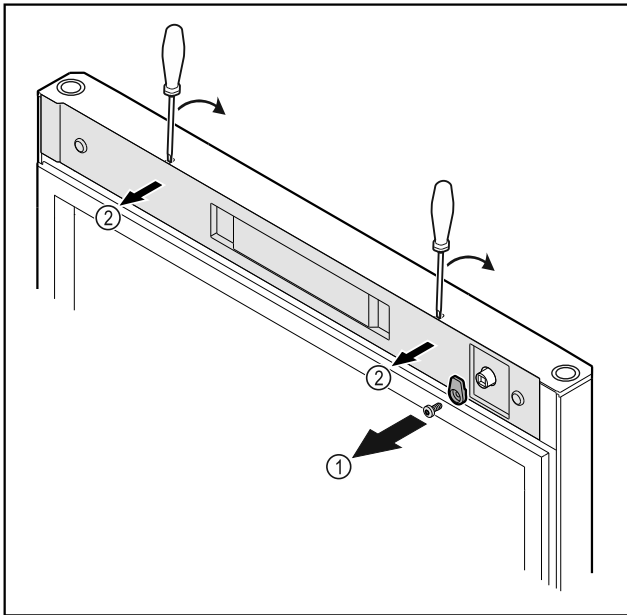

Fig. 52
- ▶ Schließhaken Fig. 52 (1) abschrauben.
- ▶ Abdeckung Fig. 52 (2) mit einem kleinen Schraubendreher austrasten und abnehmen.